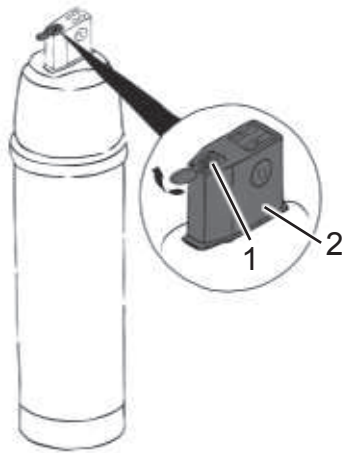

Abb. 28
10. Ziehen Sie die rote Versiegelungsplombe (Abb. 28/1) von der neuen Filterkartusche.
11. Entfernen Sie die rote Abdeckkappe (Abb. 28/2).